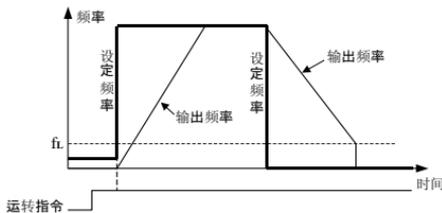

图 8-8 用下限频率控制电机的起、停
- 0: 变频器停机。当实际设定频率低于下限频率时, 变频器将减速停机。此时, 利用下限频率可实现对电机的起停控制, 如图 8-8 所示。